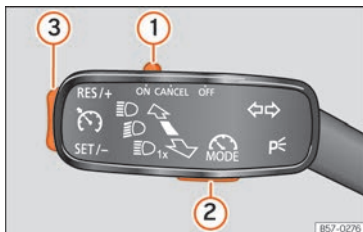
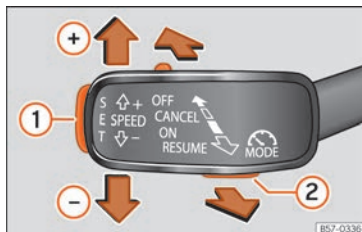

**Fig. 228** A sinistra del piantone dello sterzo: comando e tasti per l'uso del regolatore di velocità.
**Fig. 229** A sinistra del piantone dello sterzo: terza leva per utilizzare il regolatore di velocità. »
| Funzione                                                                                                                                        | Posizione della leva degli indicatori di direzione»» fig. 228o della terza leva »» fig. 229                                                                                                                                                                                                                                                                                                                                                                                                                                                                                        | Effetto                                                                                                                                                                                     |
| Funzione                                         | Posizione della leva degli indicatori di direzione»» fig. 228o della terza leva »» fig. 229                                                                                                                                                                                                                                                                                                                                                                                                                                                                               | Effetto                                          |
»» fig. 228 ① della leva degli indicatori di direzione in posizione **CANCEL**, porre la terza leva nel punto di pressione **CANCEL** o premere il tasto ② di qualsiasi leva.